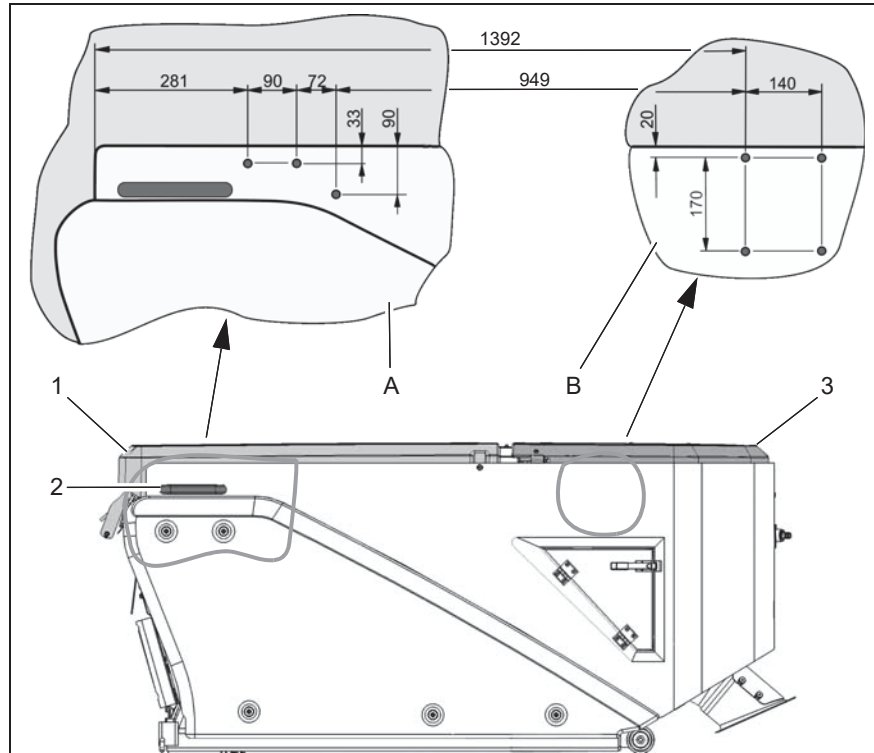

Abb.2
1. Den Deckel (Abb. 2/1) des Kehrgutbehälters öffnen.
2. Den Griff (Abb. 2/2) demontieren.
3. Die drei Bohrungen $D = 9$ mm für den linken Halter nach Skizze (Abb. 2/A) bohren.
4. Den Deckel (Abb. 2/1) wieder schließen und die Wartungsklappe (Abb. 2/3) für das Gebläse öffnen.
5. Die vier Bohrungen $D = 9$ mm für den rechten Halter nach Skizze (Abb. 2/B) bohren.